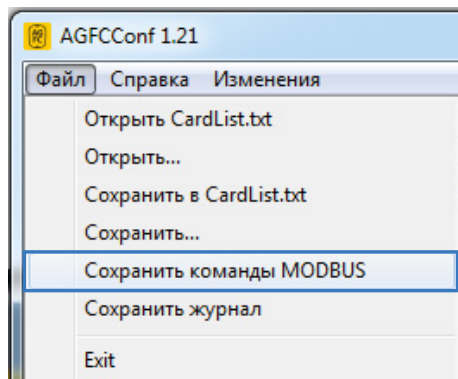

Рис.31. Сохранение команд Modbus.
- открыть созданный файл. Скопировать из этого файла команды из раздела «Карты и их число» (Рис.31) в новый текстовый файл и сохранить этот файл, затем изменить расширение нового текстового файла из .txt в .atc. Имя файла может быть произвольным. При копировании необходимо скопировать только команды, без комментариев (заголовков);